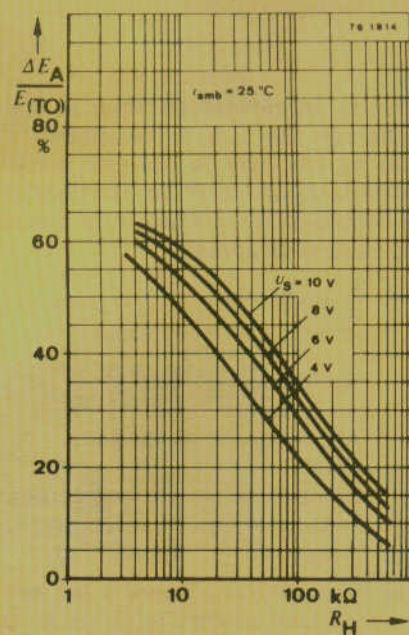

Figure 11
- Hystérésis (voir figure 11) : ($R_H = 10$ k Ω) ; $\Delta s_H = 30\%$ $s_{(T0)}$.
les résultats sont représentés à la **figure 11**.